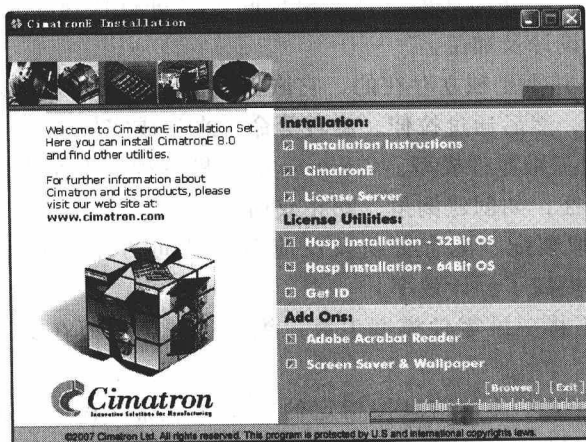
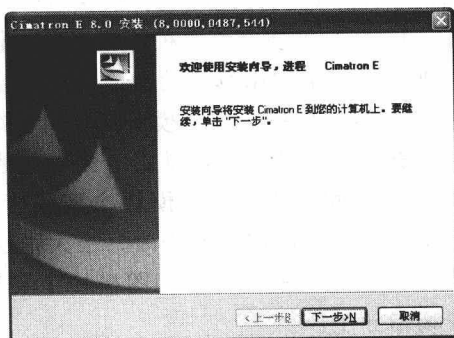
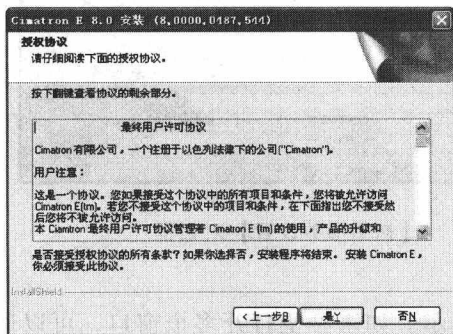
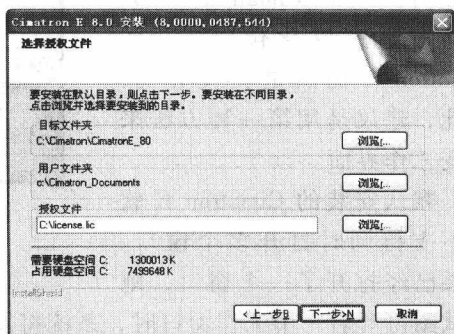

图 1-1 安装程序选择界面
图 1-2 安装向导
图 1-3 授权协议界面
图 1-4 选择授权文件界面
- 1) 将 Cimatron E8.0 安装光盘放入光驱后会自动运行，如果没有自动运行，可以在资源管理器中右击光驱图标，在弹出的右键快捷菜单中单击【自动播放】，使光盘运行。光盘运行后会出现如图 1-1 所示的安装选择界面。
2) 单击图 1-1 中的【Cimatron E】按钮, 进入 Cimatron E8.0 安装向导界面, 如图 1-2 所示。单击 **下一步>N** 按钮, 进入授权协议界面, 如图 1-3 所示。单击 **是Y** 按钮, 进入安装提示界面, 继续单击 **下一步>N** 按钮, 进入如图 1-4 所示的选择授权文件界面。